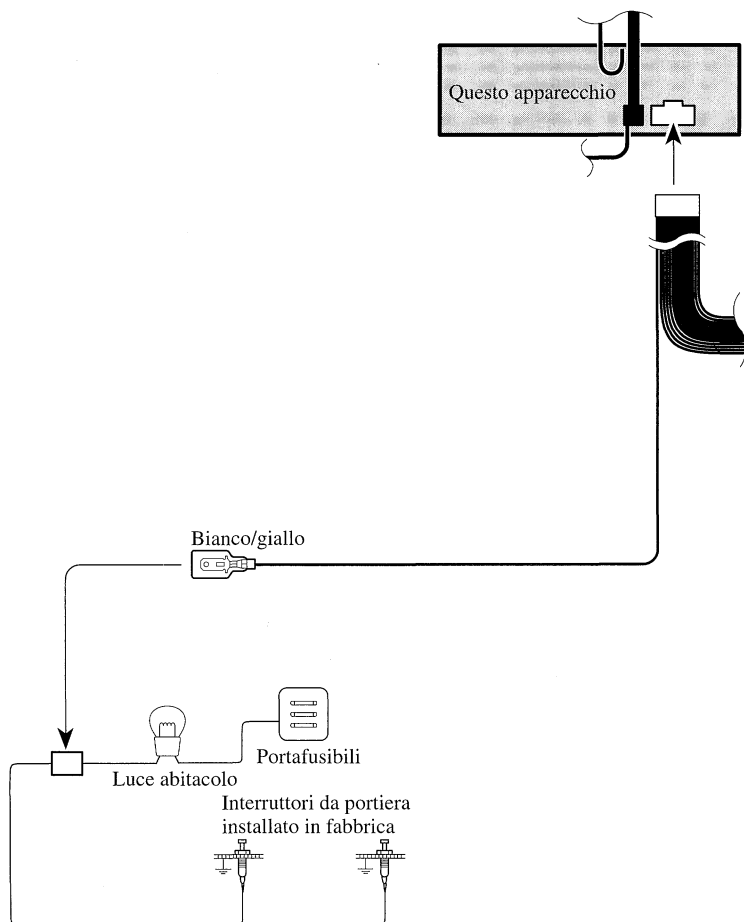

Fig. 3
■ Bianco/giallo (Interruttore portiera, DOOR SWITCH) (Fig. 3 & 4)